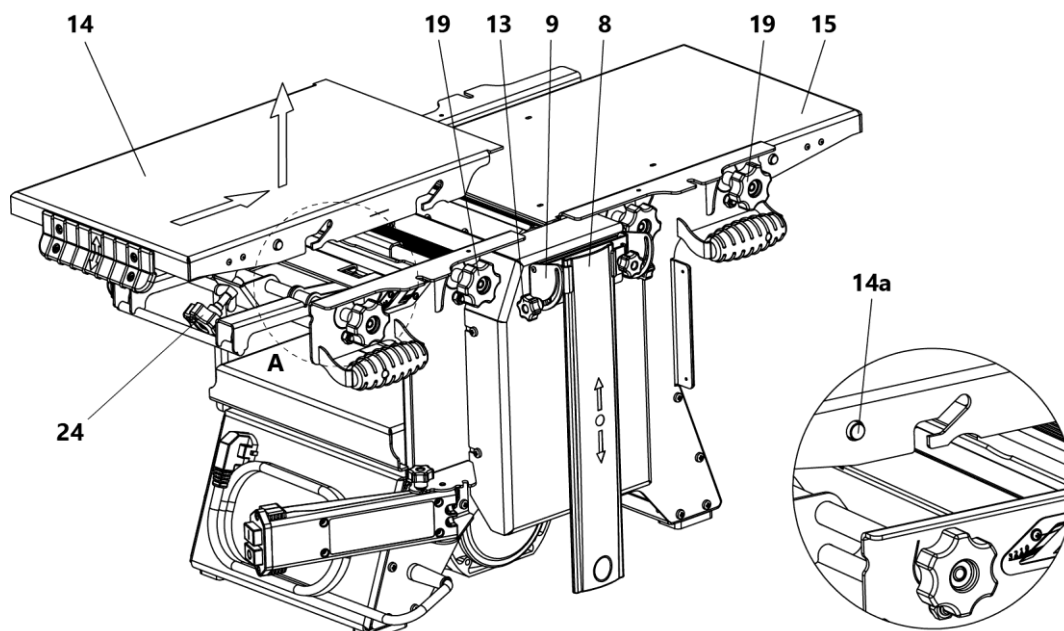

Рис. 6 Снятие приемного и загрузочного строгальных столов со станка
Для снятия приемного 14 и загрузочного 15 строгальных столов необходимо (рис. 6):
- снять приемный и загрузочный строгальные столы (рис. 6);
- снять приёмный строгальный стол 15 (рис. 6);